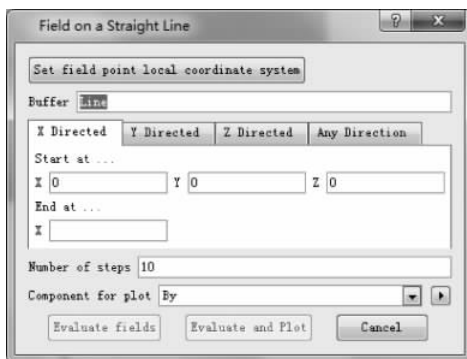

图 3.1.38 线上场值计算设置对话框
(2) 计算空间某一线段上的场值。方法是单击工具栏的 Field on a Straight Line 按钮 ,弹出如图 3.1.38 所示的线上场值计算设置对话框。